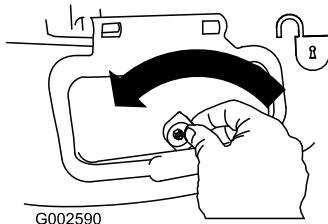

Bild 28
1. Entriegeln Sie die Seitauswurfklappe (Bild 28).